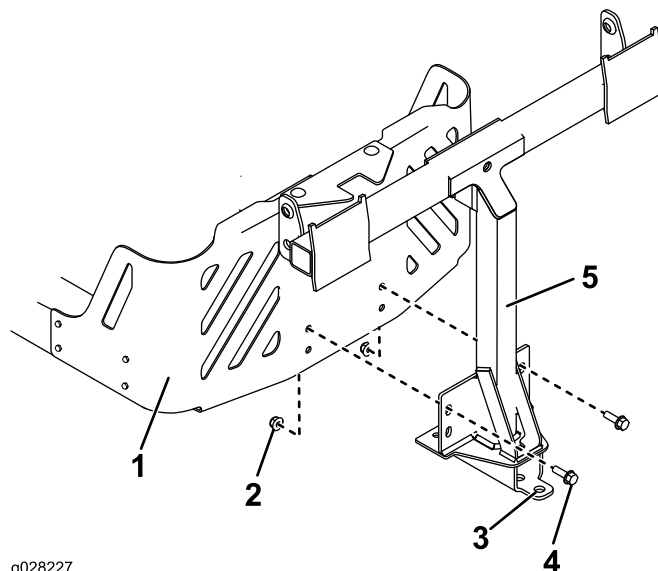

Figura 11
2. Instale el bastidor de pivote en el bastidor de la máquina según se muestra en Figura 11. Sujete el bastidor de pivote usando 2 pernos (5/16" x 1") y 2 contratuercas (5/16").